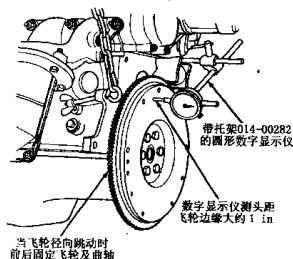

图 1-10 测飞轮径向跳动图
(1) 拆下火花塞。
(2) 将数字显示仪装上并使测试头正好靠在飞轮端面上,如图 1-10 所示。